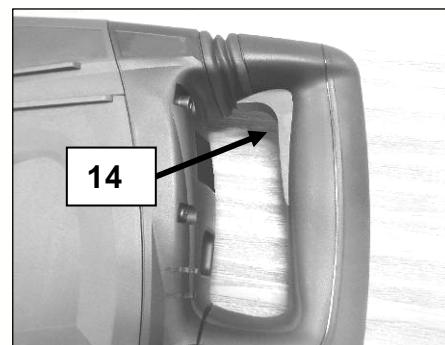

Fig 14
- Appuyez sur la gâchette de démarrage (14) (Fig 14) et appuyez légèrement sur la machine dès qu'elle a atteint son régime maximum.
- Appuyez sur la gâchette de démarrage (14) (Fig 14) et maintenez fermement la machine bien en ligne mais n'exercez pas une pression trop forte sur l'outil.